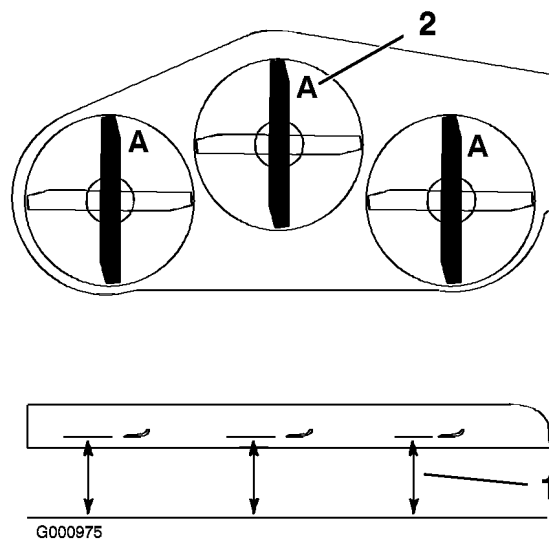

Figure 64
3. Tournez les lames dans le sens longitudinal (Figure 64). Mesurez la distance entre la surface plane et le tranchant (position **A**) des lames (Figure 64) et notez cette valeur.